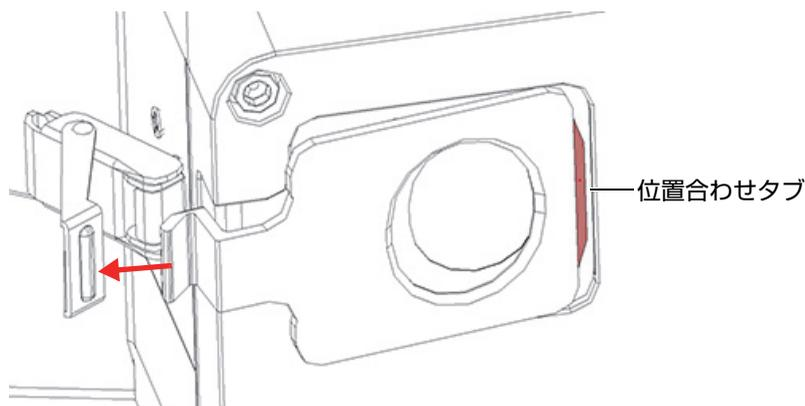

図 4-4 完全に見えているフェイスプレートの位置合わせタブ
5. フェイスプレートを左に少し引いて、位置合わせタブが完全に見えるようにしてから (63 ページの図 4-4)、フェイスプレートを本装置から取り外します。